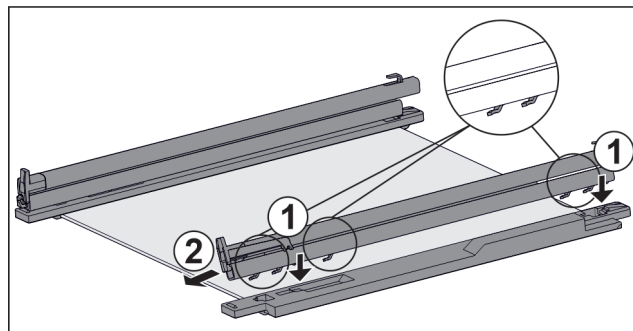

Fig. 125 Siinide ja hoideosadega klaasplaat
- Pange siinide konksud **vasaku** hoideosa avadesse. Fig. 125 (1)
- Tõmmake siini ettepoole. Fig. 125 (2)
- Pange siinide konksud **parema** hoideosa avadesse. Fig. 125 (1)